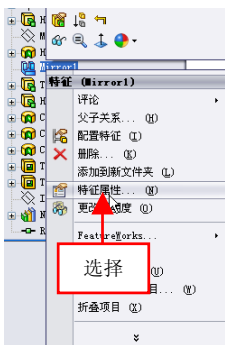

图 8-46 选择【特征属性】选项
(3) 在选项上单击鼠标右键，弹出快捷菜单，选择【特征属性】选项，如图 8-46 所示。